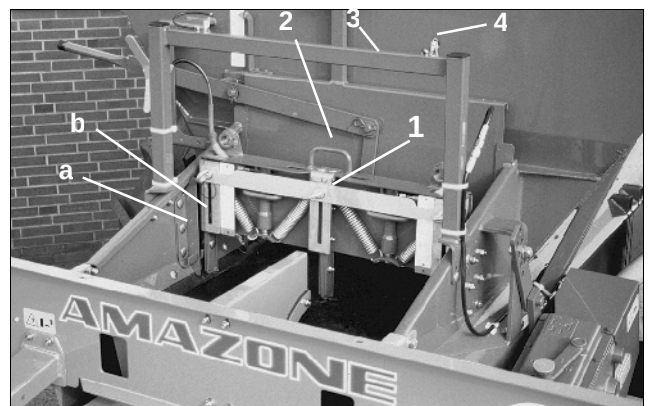
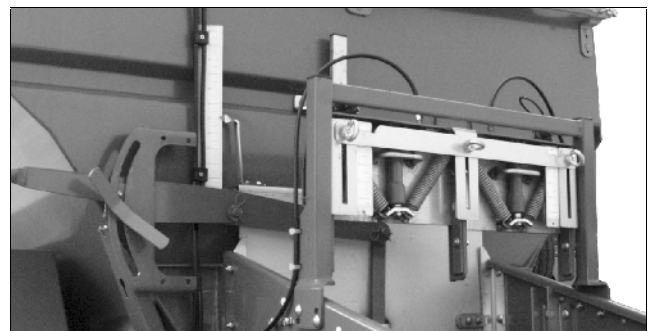

Fig. 29
Fig. 30
- **Doppelschieber** (Fig. 29/1):
Position a (hinten) (Fig. 29/a):
Position b (vorn) (Fig. 29/b):
- Schieber (Fig. 29/1) am Handbügel (Fig. 29/2) hochziehen und auf dem Tragrahmen (Fig. 29/3) in Parkposition (Fig. 30) hängen.
- mit dem Klappstecker (Fig. 29/4) sichern.